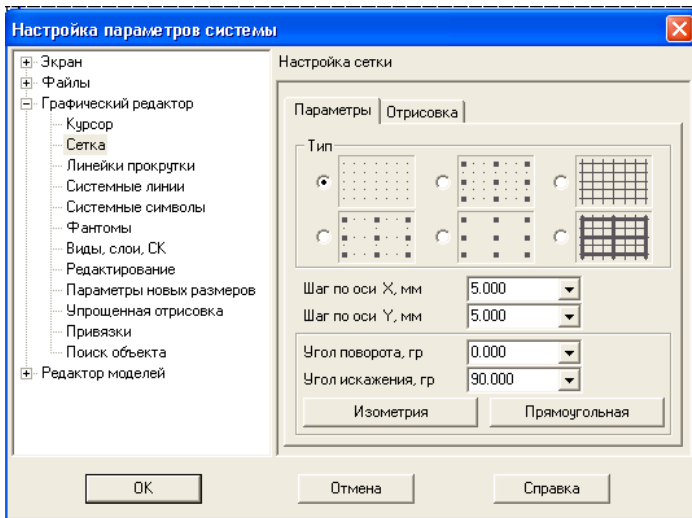

Рис. 12
3. В окне диалога Настройка параметров текущего окна установите параметры сетки по оси $X=5\text{мм}$, по оси $Y=5\text{мм}$ и нажмите кнопку ОК (рис. 12).